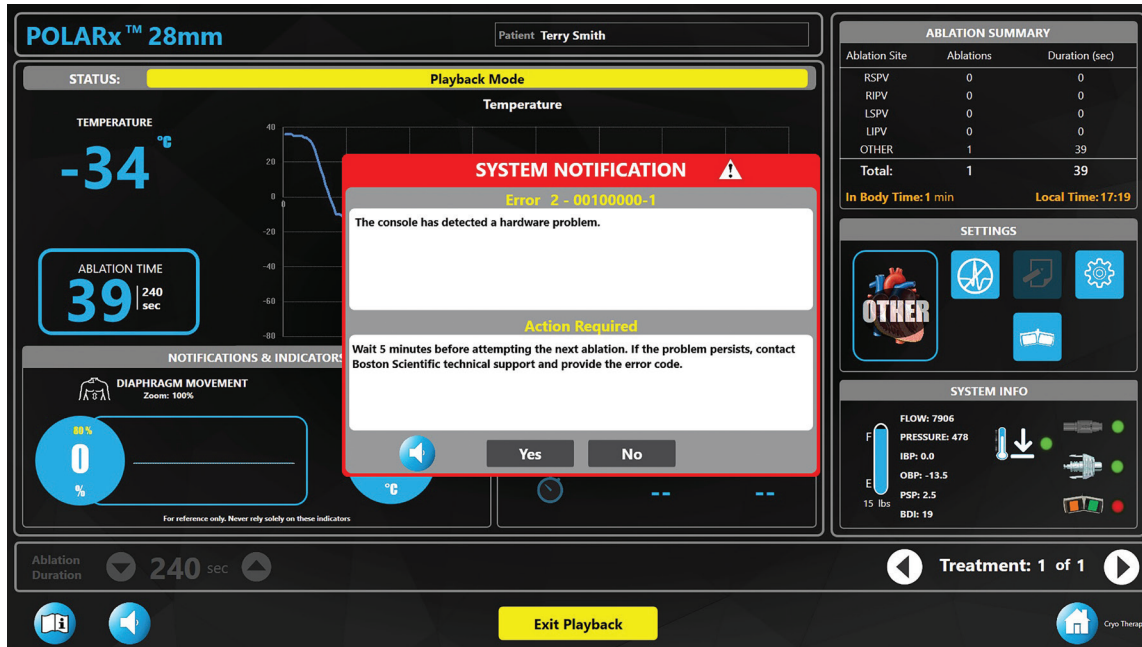

Figura 19. Mensaje de error del sistema
**Nota:** Si se detecta un fallo, se mostrará un mensaje del sistema con información detallada del fallo (consulte la Figura 19).